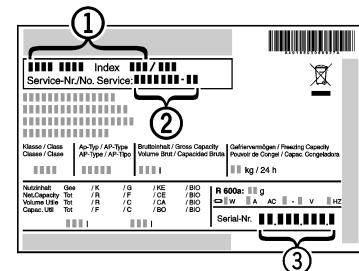

Fig. 16
- ▶ Cihazın adını Fig. 16 (1), servis numarasını Fig. 16 (2) ve seri numarasını Fig. 16 (3) model plakasından okuyun. Model plakası, cihazın iç kısmında, solda bulunur.
- ▶ Müşteri hizmetlerini haberدار edin ve hatayı, cihazın adını Fig. 16 (1), servis numarasını Fig. 16 (2) ve seri numarasını Fig. 16 (3) bildirin.